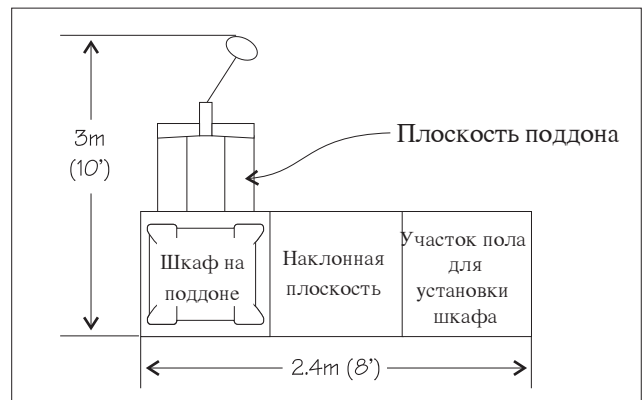

Рис. 3-1. Участок пола для выгрузки шкафа
2. Участок пола для выгрузки шкафа - Необходимо выбрать гладкую горизонтальную поверхность пола для выгрузки поддона со шкафом, удаления транспортных материалов и упаковки и установки наклонной плоскости. Должно быть обеспечено достаточное рабочее пространство для *двух человек*, которые должны аккуратно спустить шкаф вниз по наклонной плоскости и установить его на полу. Ниже на рис. 3-1 приведены размеры участка пола для выгрузки шкафа.